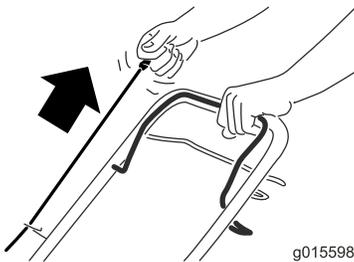

Figura 14
2. Tire de la cuerda de arranque (Figura 14).